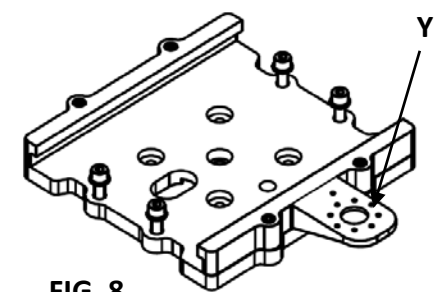

FIG. 8
3. (FOR HBLIMBJ MODELS ONLY) Attach the (customer supplied) electrical box on to "Y" on the mounting bracket (Fig. 8) using (2) supplied #8-32 screws. Torque to 9-12 lbs.in. Wire the (customer supplied) receptacle according to installation instructions supplied with it.
3. (POUR MODÈLES HBLIMBJ SEULEMENT) Fixer la boîte électrique (fournie par le client) sur le "Y" du support de montage (Fig. 8) avec les (2) vis n° 8-32 incluses. Serrer à un couple de 9-12 lb.po. Câbler la prise (fournie par le client) selon les directives de montage livrées avec cette dernière.
3. (SÓLO PARA MODELOS HBLIMBJ) Sujetar la caja eléctrica (Suministrada por el cliente) sobre la "Y" del soporte de montaje (Fig 8), usando los (2) tornillos #8-32 suministrados. Aplica par torsional de 9 a 12 lbs-pulg. Conecte el receptáculo (suministrado por el cliente) de acuerdo a las instrucciones de instalación suministradas.